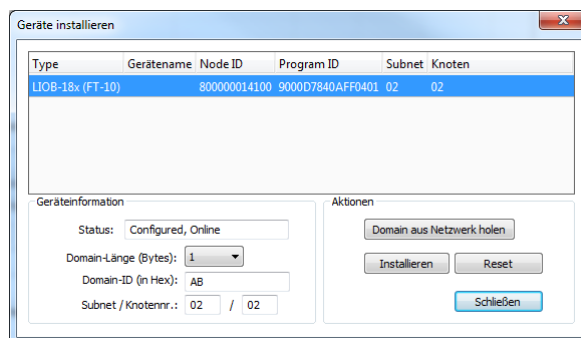

Abbildung 118: Geräte Installieren Dialog
4. Klicken Sie auf die Schaltfläche **Installieren**. Dadurch wird der **Geräte installieren** Dialog, der in Abbildung 118 dargestellt ist, geöffnet.